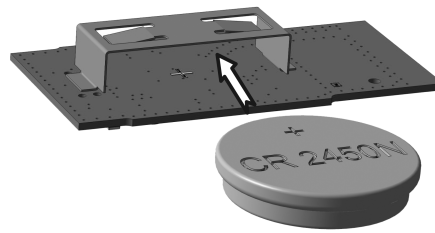

Figure 4: Mise en place de la batterie
- Pousser la batterie dans le support de batterie (Figure 4). Lors de cette opération, veiller à ce que la polarité soit correcte : le pôle plus de la batterie doit se situer en haut.